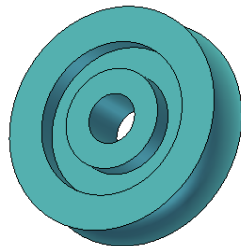

图8-42 旋转出涡轮主体
③单击【确定】按钮完成旋转特征，此时创建的零件如图 8-42 所示。